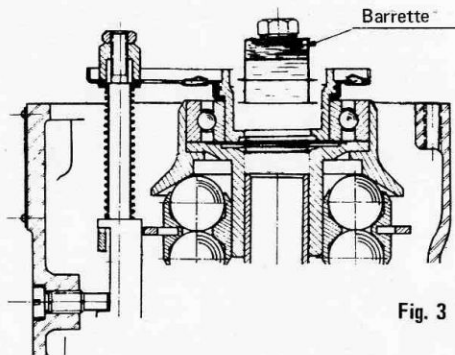

Fig. 3
- Bloquer le contre-écrou dans cette position (Fig. 3).